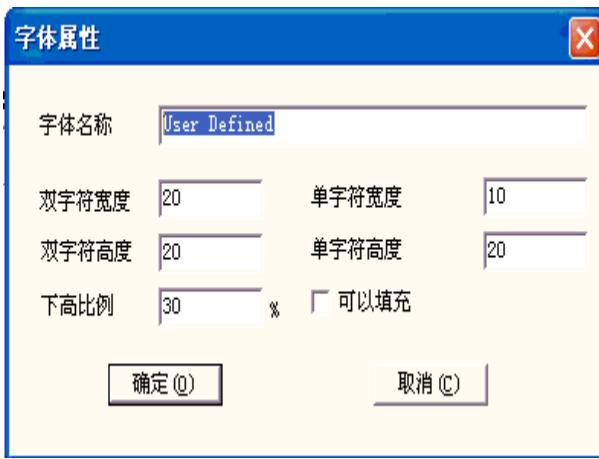

图 5-22 字体属性对话框
3. 按确定创建新的 jcztest.jsf 文件后，系统弹出如图 5-22 所示的字体属性对话框，修改字体名称为 jcztest，然后按确定，则系统已经建立好字体名称为